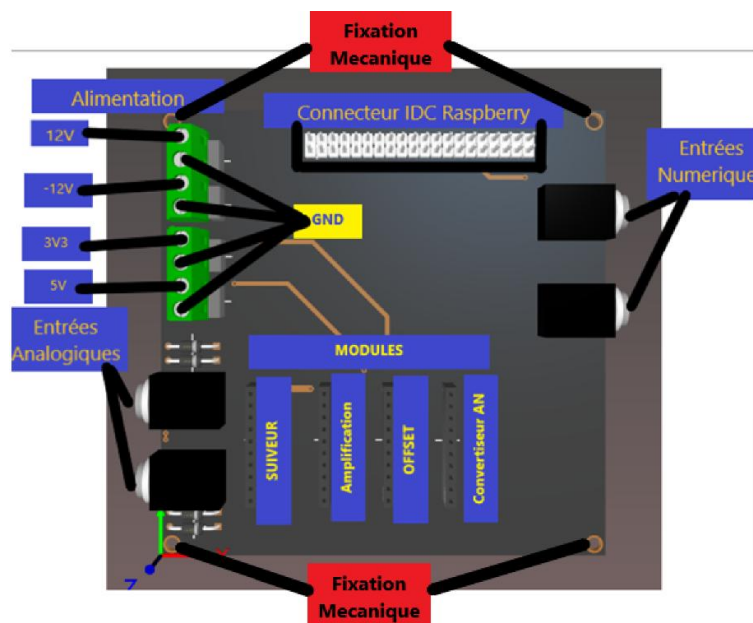

Figure 1 Carte mère emplacement connecteurs
- Avant de brancher les alimentations (+12V, -12V, 3.3V, 5V), vérifiez à l'aide d'un multimètre que toutes les tensions sont correctes. Ensuite, connectez les alimentations aux connecteurs prévus, comme indiqué en Figure 1.